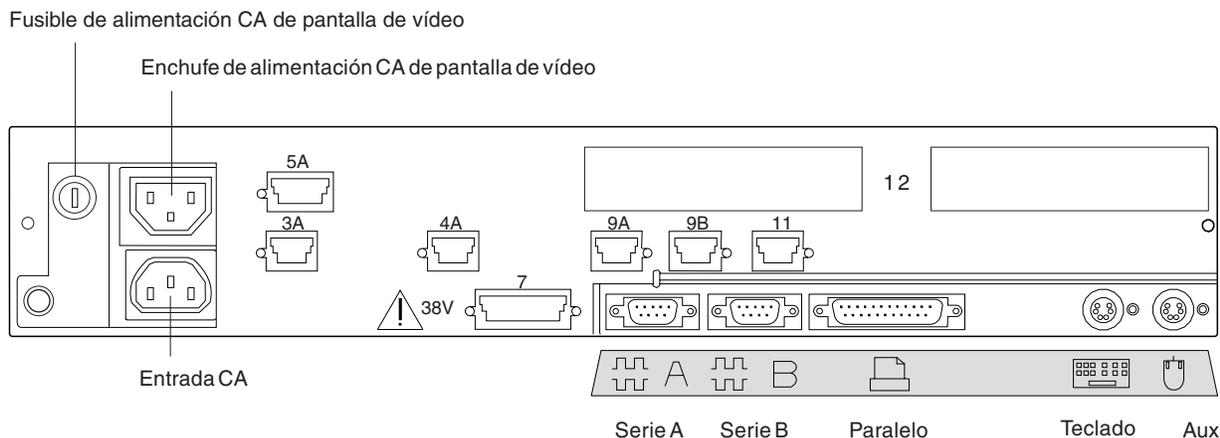

Figura 85. Parte posterior del Terminal de Punto de Venta IBM 4693-3x1
- En la Figura 85 marque con una X los zócalos a los que se conectan los dispositivos POS.